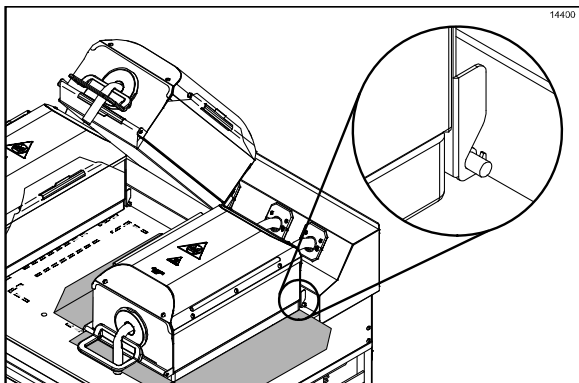

Abbildung 9
2. Den Trennfolien-Haltestab in die Haken an der oberen Grillplatte einhängen. (Siehe Abbildung 9.)